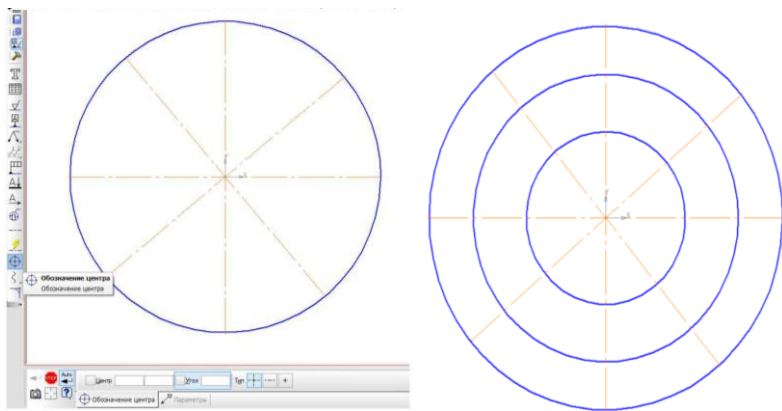

Рис. 120 – Результат построения окружностей
3. Выберите панель **Обозначения**, выберите команду **Обозначение центра**, после этого подведите курсор к построенной окружности (окружность станет красного цвета) и щёлкните по ней один раз, далее внизу в панели свойств введите угол 0, нажмите Enter. Ортогональные осевые линии обозначения центра построятся. По новой наведите курсор мыши на окружность и щелкните по ней один раз, внизу введите угол 45 нажмите Enter затем Esc (Рисунок 120).